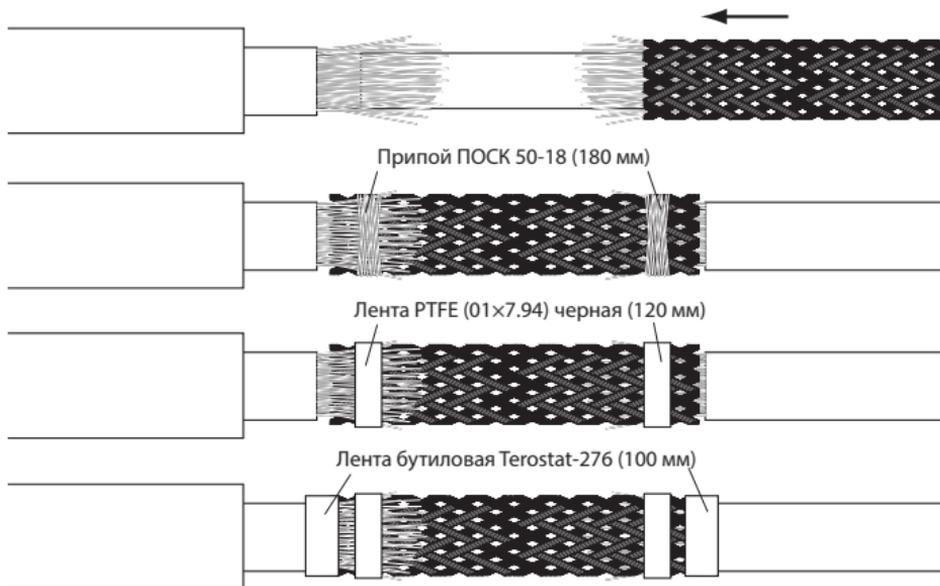
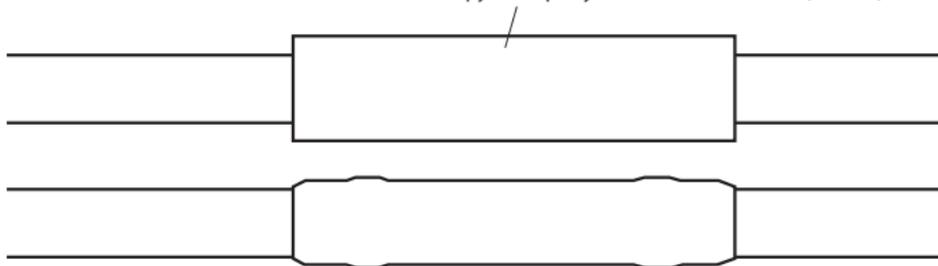

Рис. 8
Рис. 9
5.9. Для соединения экранирующих оплеток необходимо расправить их с двух сторон соединения и надеть сверху плетенку медную (поз. 11 состава комплекта). Экранирующие оплетки от кабеля пустить сверху натянутой плетенки и равномерно расправить соединение. На середину этого соединения намотать плотно припой (поз. 9 состава комплекта – рис. 8).
5.10. На обоих концах сверху припой закрыть лентой PTFE (поз. 10 состава комплекта) и прогреть до расплавления феном при температуре на шкале фена 350 °С в течение 1 мин. Ленту снять и проверить качество соединения. Припой должен расплавиться и образовать кольцо вокруг оплеток. Если припой не расплавлен, в отдельных местах операцию повторить, снова намотав ленту на припой (рис. 8). Обмотать край экранирующей оплетки с двух сторон бутиловой лентой (поз. 12 состава комплекта) (рис. 8). На соединение надеть трубку термоусаживаемую (поз. 8 состава комплекта) и усадить при помощи воздушного термопистолета (рис. 9).